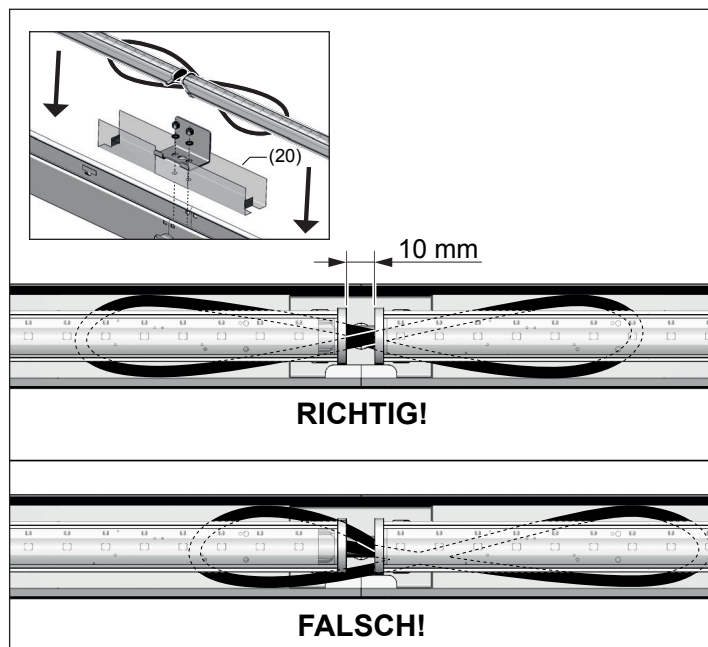

Bild 7
- Anschlussleitung der LED-Lampen je nach gewählter Leitungseinführung mithilfe der Gummitülle (10) oder (11) durch die entsprechende Leitungseinführung nach außen führen.
- LED-Lampen in die Halteklammern innerhalb der Tragschiene drücken, bis diese einrasten. Dabei zwischen zwei LED-Lampen einen Abstand von 10 mm einhalten (Bild 7). LED-Lampen sollten nachträglich nicht mehr verschoben werden.
- Auf richtige Leitungsführung achten! Verbindungskabel müssen in einer Schlaufe mittig unter beiden LED-Lampen verlegt werden (Bild 7). Unter jeder Kabelschleife eine der mitgelieferten Isolierfolien (20) platzieren!